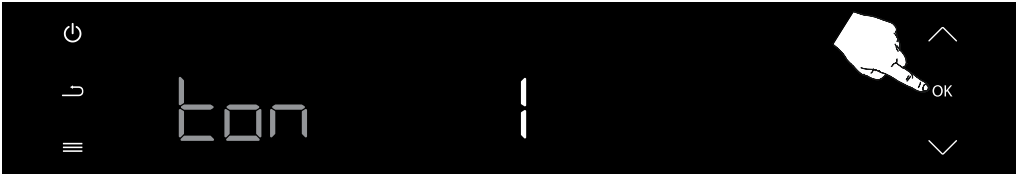

Abbildung 116
Drücken Sie die Bestätigungstaste (OK) einmal, um die Toneinstellung zu bestätigen. (siehe Abbildung 116)